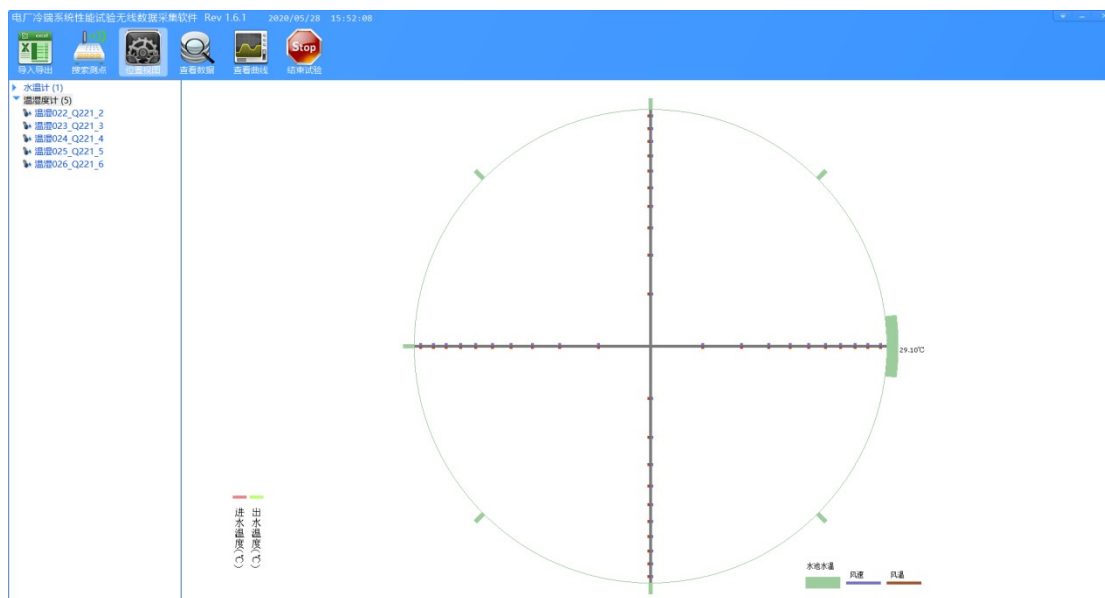

图 5.7
6. 位置视图：若在“导入导出”界面，对实验测点进行配置的导入，则实验过程中可以查看设备的位置视图，在软件界面点击“位置视图”图标, 就可以观察设备在整个冷却塔的位置及相应的参数如图 5.7